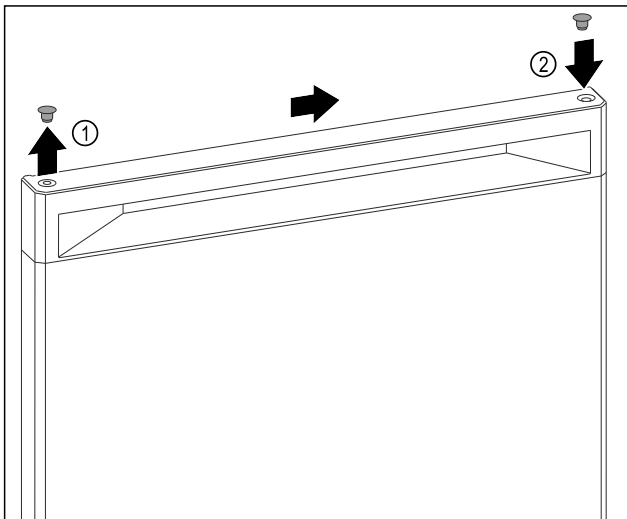

Fig. 9
- Soulever avec soin le cache de recouvrement de la partie supérieure de la porte Fig. 9 (1) au moyen d'un tournevis plat.
- Placer le cache de recouvrement du côté opposé. Fig. 9 (2)